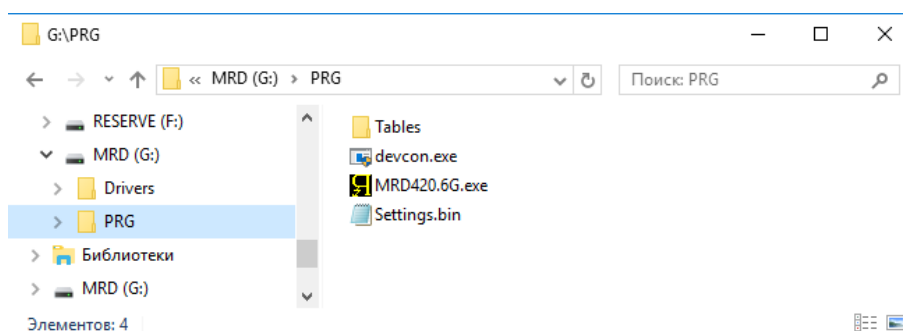

Рисунок 4. Содержимое папки "PRG"
5. После окончания установки драйвера запустите Компьютерный Интерфейс (файл "MRD420.6G.exe", см. Рисунок 4).
Для получения, обработки, отображения и сохранения результатов измерений, получаемых с помощью Регистратора МРД420.6Г, в комплекте с прибором поставляется специализированное программное обеспечение – Компьютерный Интерфейс, исполняемый файл которого находится в папке "PRG" и имеет имя "MRD420.6G.exe" (см. Рисунок 4). Перед запуском Компьютерного Интерфейса необходимо подключить Регистратор к свободному USB-порту компьютера и выполнить процедуру установки драйвера (см. Раздел 8).